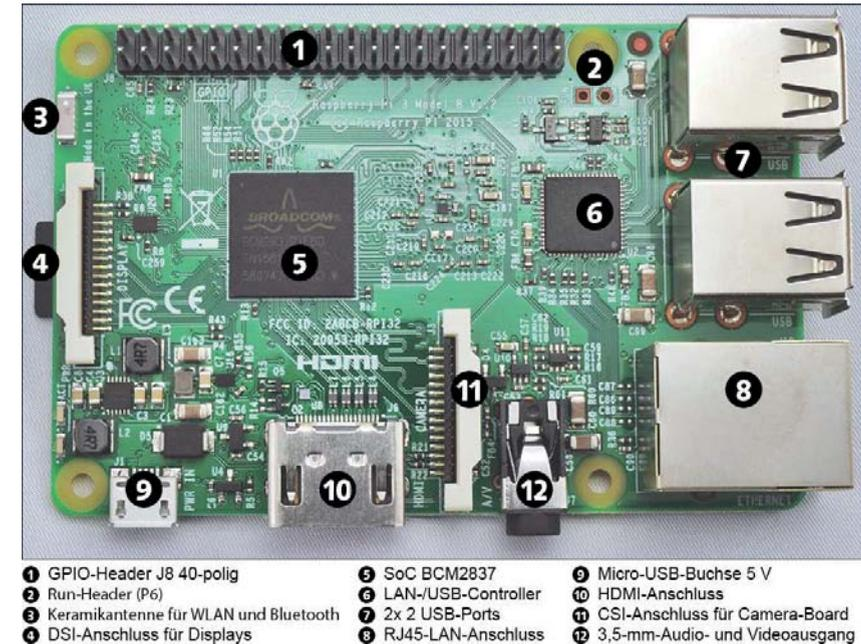

Abbildung 1.1 Der Raspberry Pi 3 (Modell B)
- ▶ **Raspberry Pi 3, Modell B (RPi3-B):** Dieses seit Februar 2016 verfügbare Modell ist der zurzeit leistungsfähigste Raspberry Pi (siehe Abbildung 1.1). Eine neue 64-Bit-CPU mit einer Taktfrequenz von 1,2 GHz machen den Raspberry Pi deutlich schneller als das Vorgängermodell.